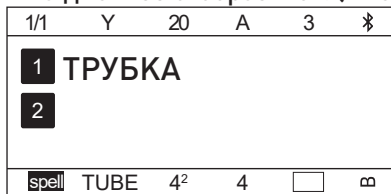

Рисунок 4.1-5
5) Нажмите [Enter], следующий абзац для ввода сгенерируется автоматически, и на дисплее отобразится: (Рис. 4.1-5)